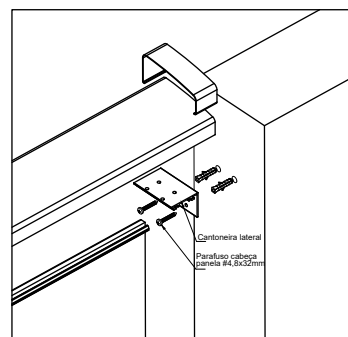

figura 8: Vista explodida **Guarda-Corpo Autoritá** para demonstrar a fixação da cantoneira lateral.
g) Para realizar a fixação do guarda-corpo do modelo **Autoritá**, é utilizado as cantoneiras laterais que vão fixadas ao passa mão do guarda-corpo, utilizando dois parafusos para fixação, conforme figura 8.